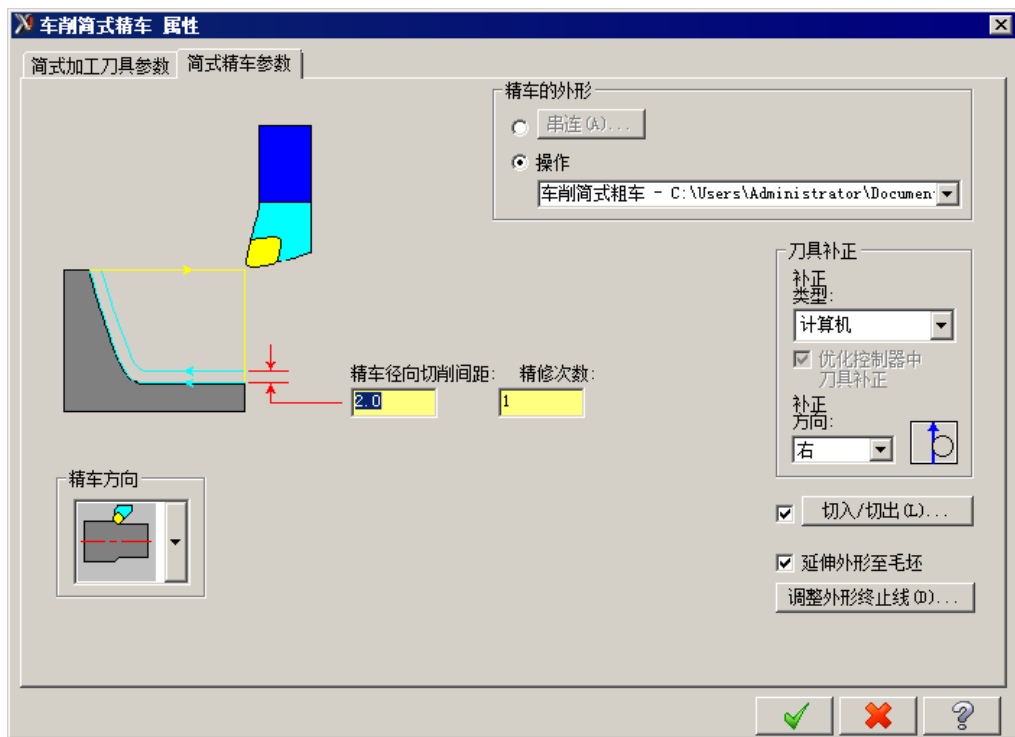
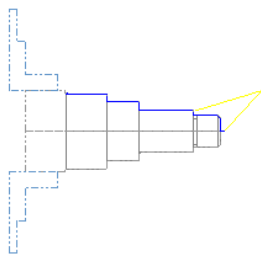

图 8.11.9 “简式精车参数”选项卡
图 8.11.10 刀具路径
在“车削筒式精车 属性”对话框中单击 **筒式精车参数** 选项卡，如图 8.11.9 所示，此时系统自动提取了上一个筒式粗车的外形，其余采用系统默认的参数设置值。单击 **✓** 按钮，此时生成刀具路径如图 8.11.10 所示。
(2) 在“刀路模拟控制”操控板中单击  按钮，系统将开始对刀具路径进行模拟，结果与图 8.11.10 所示的刀具路径相同，在“刀路模拟”对话框中单击  按钮。